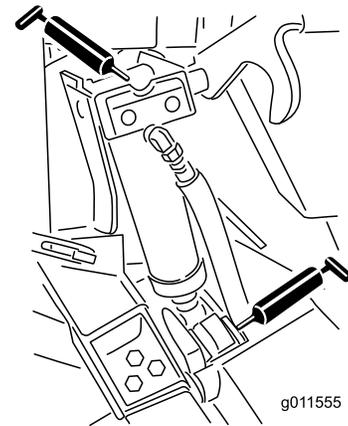

Figura 52
- 4 boccole del cilindro di sollevamento (Figura 52)